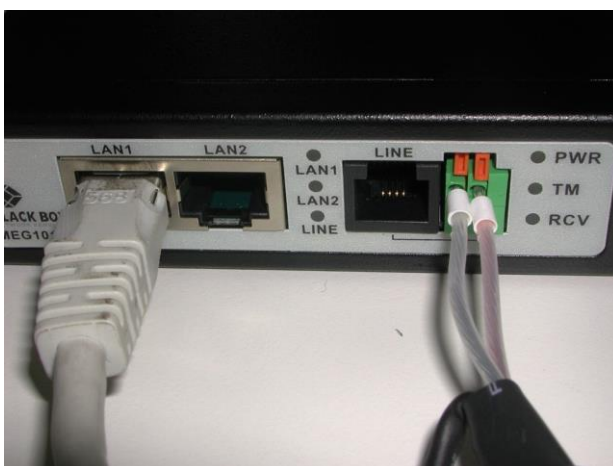

Figura 14 Connessione DSL.
5. *Opzionale al posto del punto 4:* Cavo dati (DSL): dotazione con un cavo dio collegamento a 2 poli per il collegamento a un modem DSL (vedere la Figura 14).